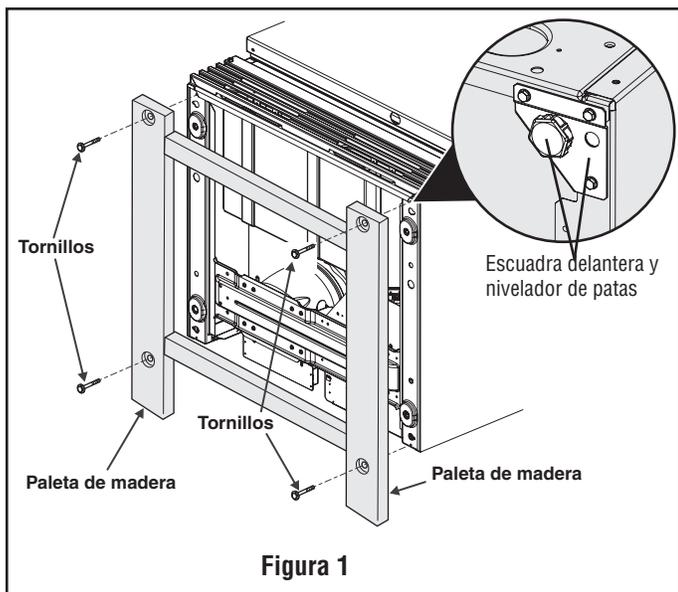
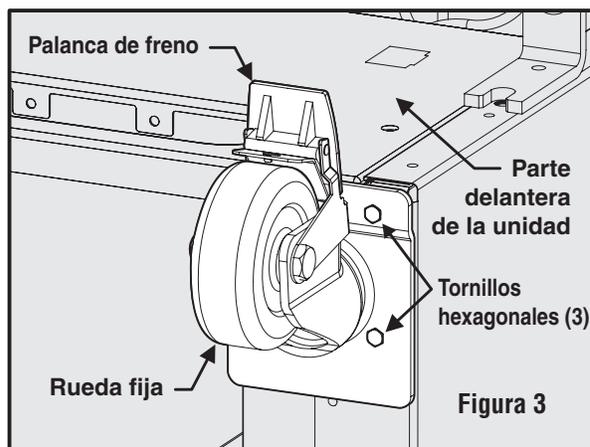

Figura 1
Figura 3
4. Retire y deseche los cuatro tornillos que sujetan la paleta de madera a la base usando una llave de cubo de 3/8". Vea la figura 1. Deseche el calzo de madera y los tornillos.
5. Retire y deseche los dos soportes delanteros con patas niveladoras usando una llave de cubo de 5/16". Vea la figura 1.
1. Ubique y alinee la rueda fija (con la palanca de freno orientada hacia adelante, vea la figura 3) sobre los mismos agujeros de instalación del soporte que se muestra en la figura 1 y utilice los seis tornillos hexagonales (3 para cada rueda). Apriete bien los pernos usando una llave de cubo de 3/8". Repita este procedimiento en la otra esquina. **NO APRIETE DEMASIADO.**